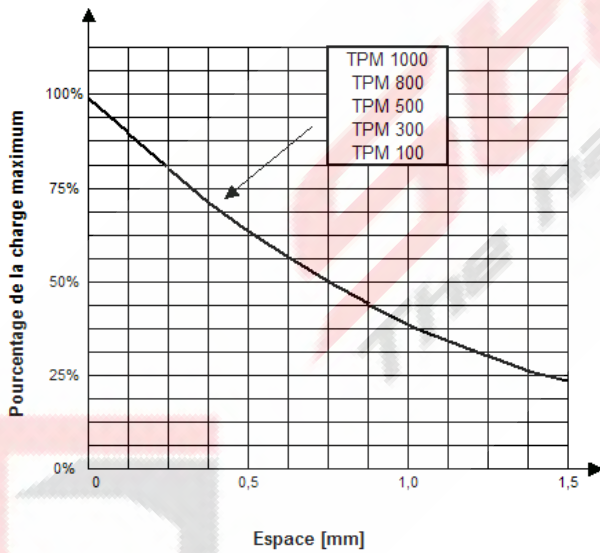

Fig. 3
- Le facteur de réduction de la charge maximale est indiqué sur les deux tableaux des figures 3 et 4 et aux tableaux 1 et 2.
ATTENTION : Des préconisations spécifiques doivent être impérativement appliquées selon la forme et le matériau de la pièce (voir Fig. 3 et 4 et aux tableaux 1 et 2).
ATTENTION : Un espace ou un obstacle entre la surface aimantée et la pièce provoque une réduction de capacité (voir diagramme force d'adhérence Fig. 3).
- Pour connaître la charge maximum utile en fonction de votre utilisation, voir le diagramme force d'adhérence (Fig. 3) qui spécifie la charge maximum utile en fonction de l'espace entre la pièce et la surface aimantée.
- L'utilisation de l'aimant permanent avec des pièces cylindriques, de tuyaux, de l'acier inoxydable et de la fonte causera une réduction de la charge maximale utile de l'appareil qui doit être prise en compte (voir Fig. 3 et 4 et aux tableaux 1 et 2).
ATTENTION : Vérifier que le contact entre la charge et l'aimant permanent est correct et n'oublier pas de prendre en compte la réduction de charge maximum utile de l'appareil en fonction de l'espace entre la surface à aimanter et la partie utile de l'aimant permanent (Fig. 3 et 4, tableaux 1 et 2).